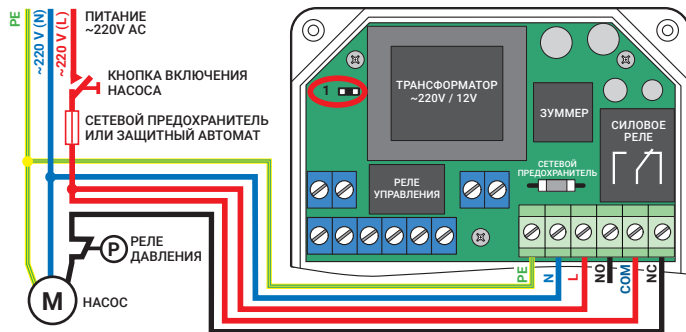
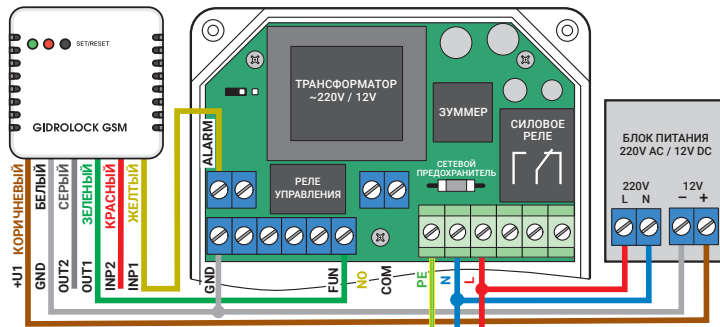

Рис. 9. Схема подключения скважного насоса в системе водоснабжения загородного дома
Рис. 10. Схема подключения GSM-модема GIDROLOCK с внешним блоком питания 12 В.
**6.7.** Рис. 9. Схема подключения к блоку управления скважинного насоса в системе водоснабжения загородного дома.
**ВНИМАНИЕ!** Для отключения функции «автопрворота» установите джампер (1). Нагрузочная способность реле управления:  $I_{max}=10\text{ A}$ .
**6.8.** Рис. 10. Схема подключения GSM-модема GIDROLOCK с внешним блоком питания 12 В. Сигнал аварии **ALARM** с блока управления подается на вход **INP1** GSM-модема GIDROLOCK для SMS оповещения об аварийной ситуации (протечка воды).